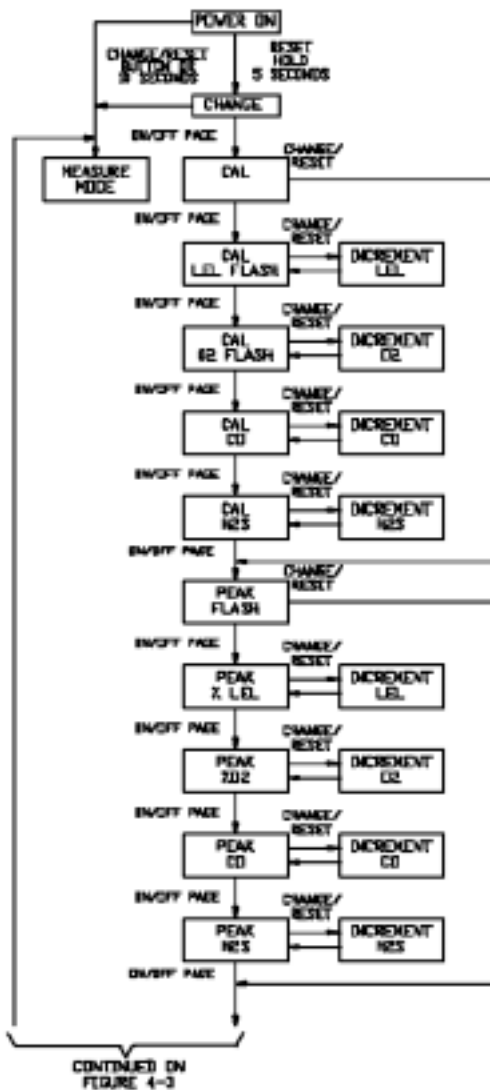

Figure 4-2. Instrument Setup Mode
4.6 Accesso al Modo Impostazione Strumento (Figure 4-2 e 4-3)